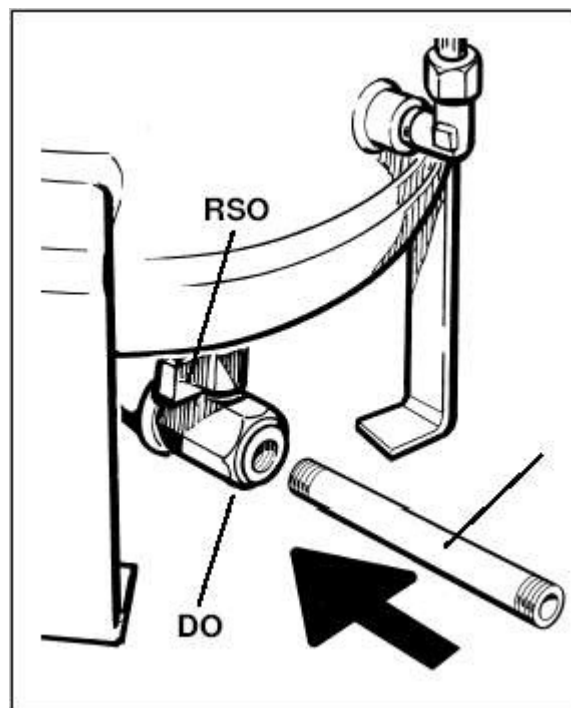

рис.21.
- ☐ Подсоединить прилагаемый штуцер который должен сообщаться с накопительной емкостью, к креплению **DO** после снятия предохранительной пробки (**рис.21**).
- ☐ Приоткрыть сливной клапан **RSO** (**рис.21**).